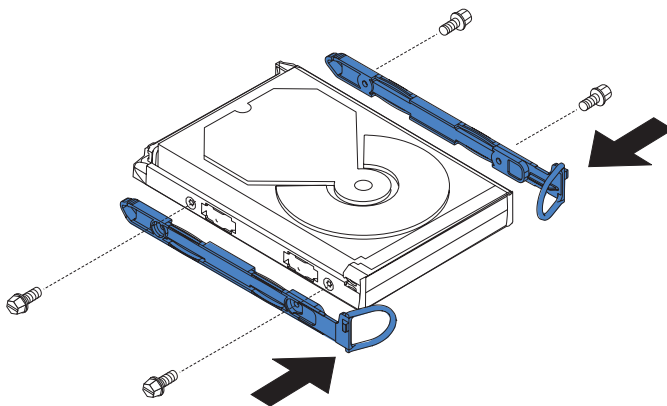

図 109. SAN ボリューム・コントローラー 2145-4F2 ディスク・ドライブへのレールの取り付け
8. ディスク・ドライブを別のものと交換する場合は、図 109 を参照してください。新しいディスク・ドライブに同梱のレールとねじを見つけます。レールをディスク・ドライブに取り付けます。